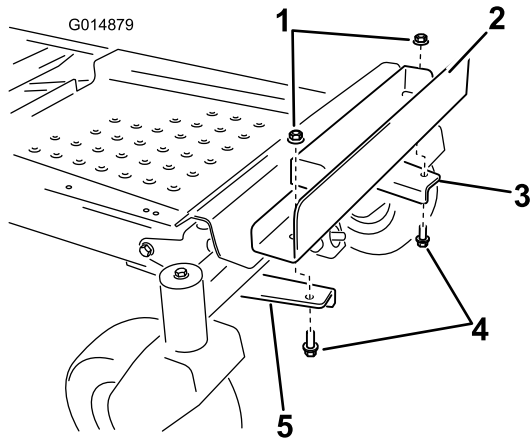

Figure 6
6. Montez le support de fixation de masse sur les supports de montage (Figure 6). Alignez les trous intérieurs du support sur les supports de montage montés précédemment. Veillez à bien centrer le support sur le bâti. Fixez avec deux boulons (3/8 x 1 po) et deux contre-écrous (3/8 po).